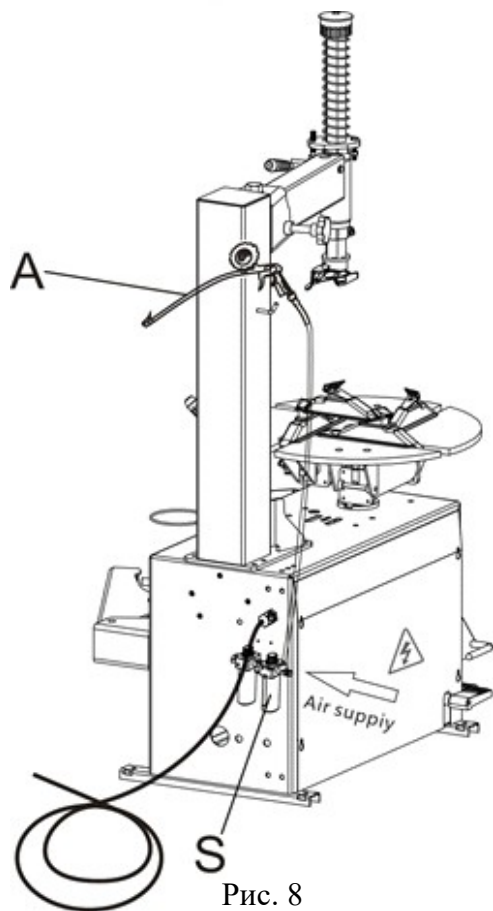

Рис. 8
- Подключение пневматической магистрали: Подсоедините пистолет для накачки А к соединительной муфте, расположенной над воздушным фильтром S; закрепите пистолет на крюке колонны (рис. 8); подключите источник сжатого воздуха к муфте, расположенной между лубрикатором и воздушным фильтром (рис. 8).